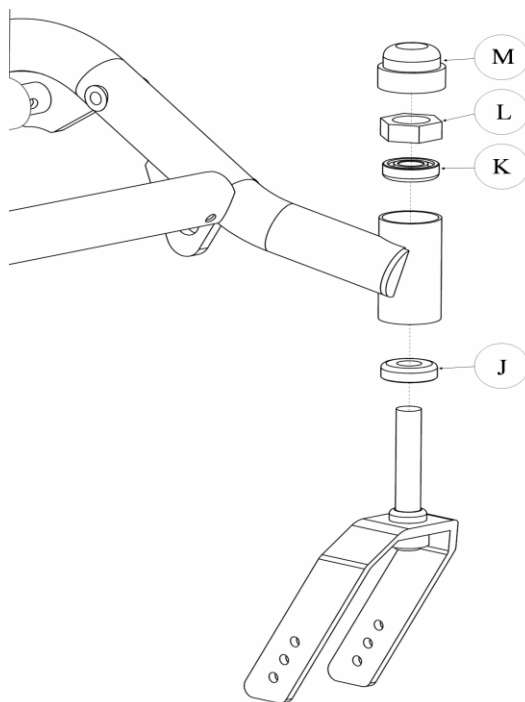

Figure 16 - Assemblage de la fourche
1. Glisser le roulement **J** sur la tige filetée de la fourche (figure 16);